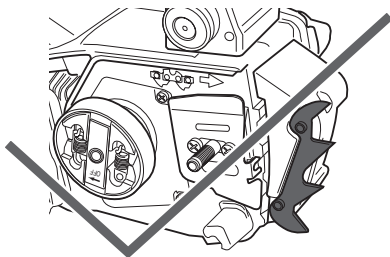

Fig. 1
- > Alignez la griffe d'abattage (non fournie) avec les trous. Assurez-vous que les pointes sont orientées dans le bon sens (Fig. 1, 2).